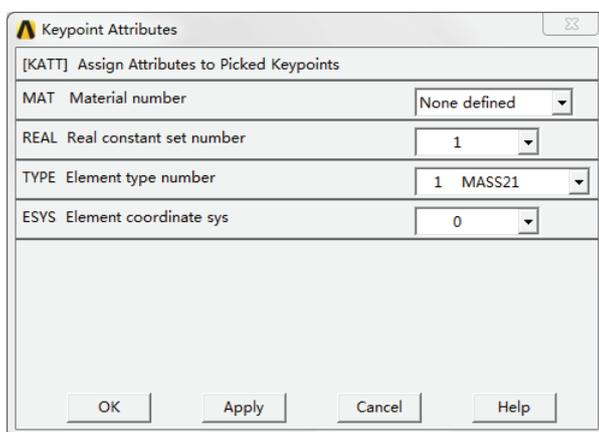

图 5-59 关键点单元属性对话框
(4) 分配单元属性。选择【Main Menu】/【Preprocessor】/【Meshing】/【Mesh Attributes】/【Pick KPs】命令，弹出拾取关键点对话框，选择关键点 1，弹出如图 5-59 所示的关键点单元属性对话框，按图示数值进行设置。